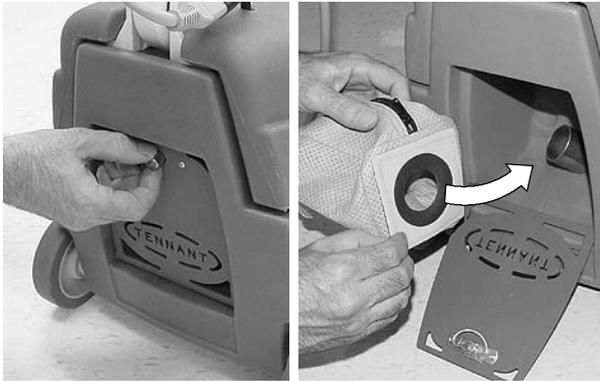

РИС. 3
1. Откройте отсек мешка для пыли в задней части машины, поворачивая ручку против часовой стрелки (Рисунок 3).
2. Наденьте указанным образом пылезащитную манжету на впускную трубки и закройте отсек (Рисунок 3).